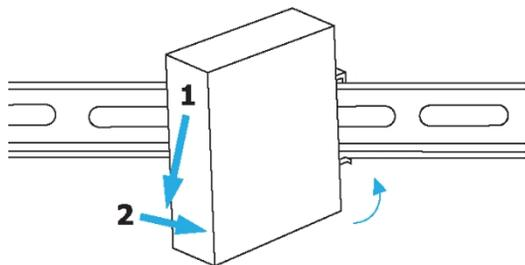

Figure 2
2. Monter l'**isolateur galvanique USB 2.0** en insérant la **plaque de montage** sur le **rail DIN** à un angle, en commençant par le haut, puis en poussant contre le **rail DIN**. (Figure 2)